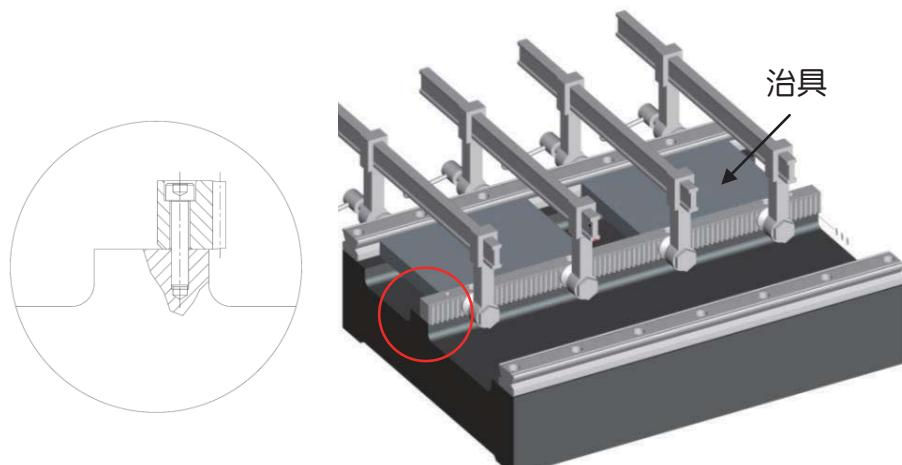

图 2
1.14 安装方式如图 2，或需要在同一根齿条上使用 2 个驱动齿轮（如图 3）时，推荐使用 DIN5 的齿条。
1.15 齿条的定位销专为提供拆卸后再次安装时的快速定位。若非重复拆卸，则不需安装定位销。但对于如图 2 无承靠面的安装方式而言，定位销是必须的。